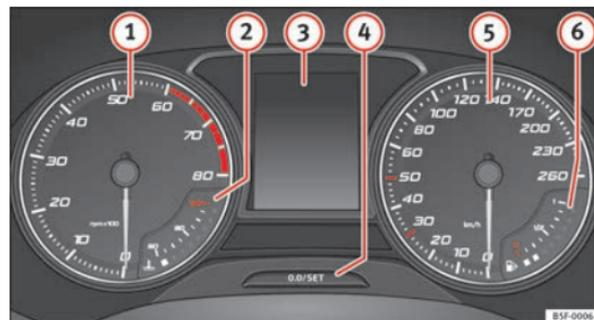

Fig. 38 Tableau de bord, dans la planche de bord.
Explications concernant les cadrams ⇒ fig. 38 :
Lors de la mise du contact d'allumage, l'écran du tableau de bord ⇒ fig. 38 3 affiche diverses informations en fonction de l'équipement du véhicule :
- Appuyez brièvement sur le bouton ⇒ fig. 38  pour remettre le compteur kilométrique journalier à 0.
L'indication des périodicités d'entretien s'affiche sur l'écran du tableau de bord ⇒ fig. 38 .